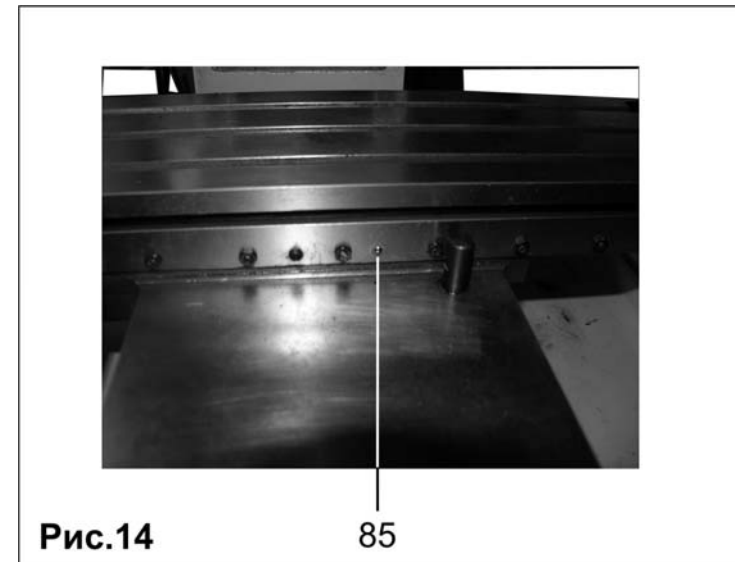

Рис.14
13.1.5. Перед началом работы и после окончания рекомендуется добавить несколько капель масла в маслѐнки (85), Рис.14, всех узлов, снабженных ими.